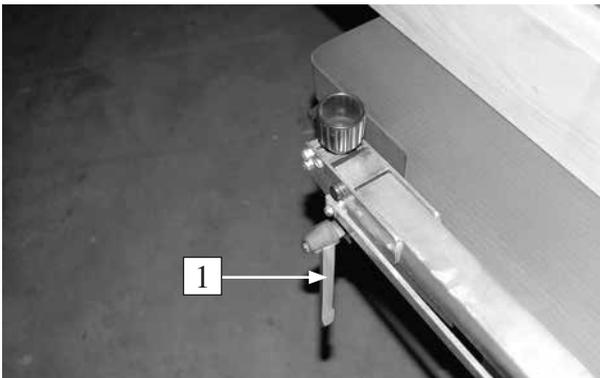

Fig.29
- 1 Immer Brückenschutzvorrichtung über Hobelwelle anbringen (Abb.29).